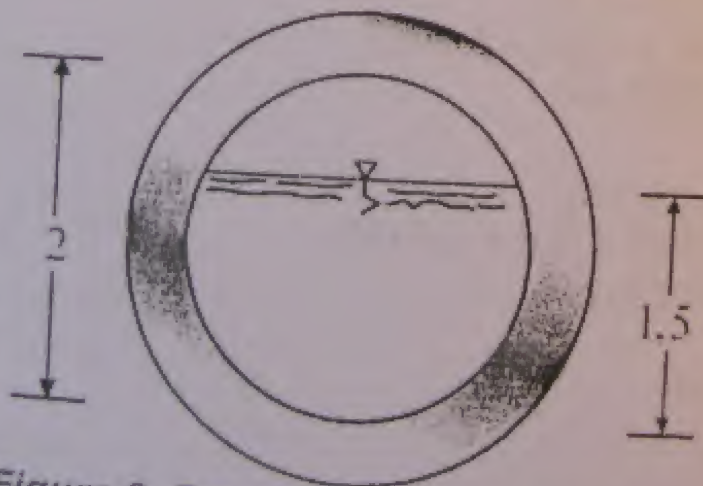

Figura 9. Sección transversal galería
11. Una galería circular de cemento pulido ($n = 0,013$), de 2 m de diámetro y 1,50 m de tirante (figura 9), debe conducir un caudal de 3 m³/s. Calcular la pendiente necesaria para que el flujo sea uniforme.